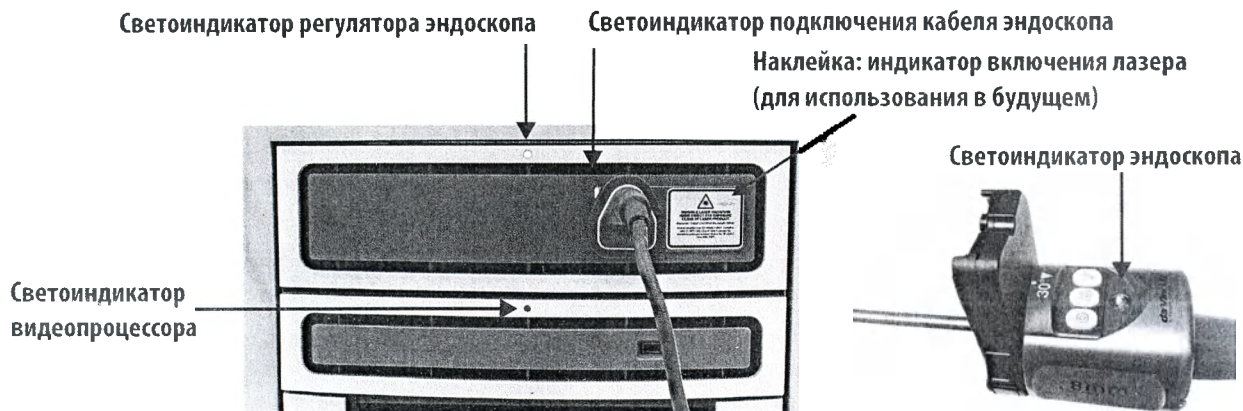
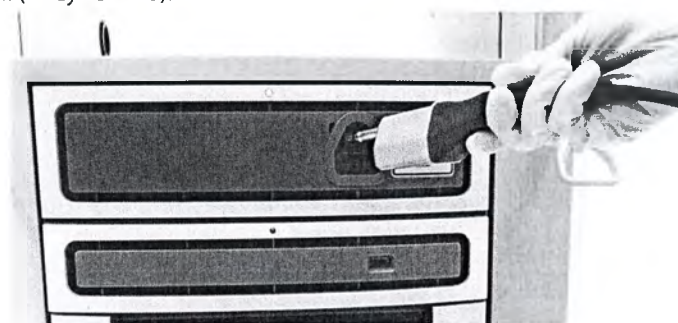

Рисунок 7.6 Расположение светоиндикаторов системы видеоизображения
Рисунок 7.7 Подсоединение разъема к регулятору эндоскопа
Для использования эндоскопа его встроенный кабель должен быть подключен к регулятору эндоскопа. При обнаружении системой подключенного эндоскопа загорается расположенный рядом с разъемом светоиндикатор, что свидетельствует о правильности подключения (Рисунок 7.6).
2. Вставьте разъем в регулятор эндоскопа (Рисунок 7.7.) При полностью подключенном кабеле загорается светоиндикатор, расположенный рядом с разъемом (Рисунок 7.6).